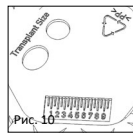

Рис. 10
■ **Рис.1b/10** Встроенные на обратной стороне дис-ка-измерителя шаблоны (Рис.1b) показывают мини-мальную величину трансплантата для подкладки у ба-рабанной перепонки (Рис. 10).
■ **Рис.10** Миллиметровая шкала предназначена для общих сравнительных измерений, которые могут быть полезными при операциях на среднем ухе. Принципиально обратная сторона может использо-ваться также в качестве подставки или для подготовки различных мероприятий, например для обработки трансплантата или промежуточного хранения.